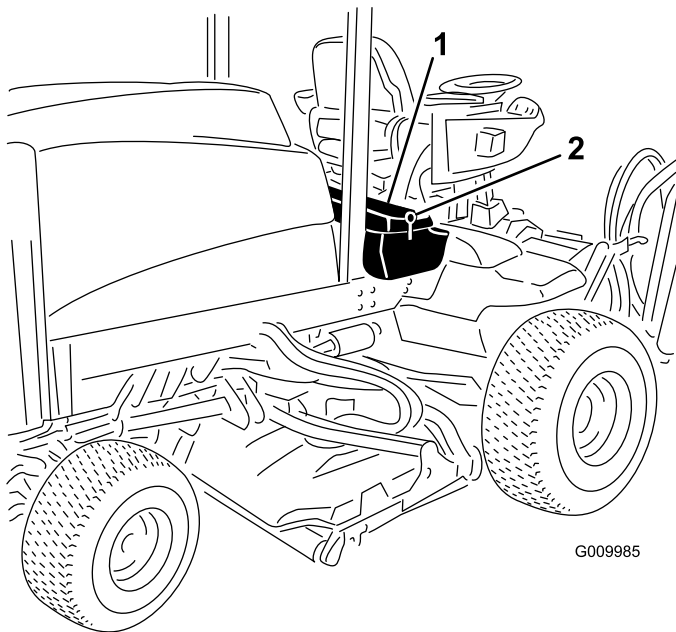

Bild 37
1. Entriegeln und heben Sie die Abdeckung der Bedienerkonsole hoch (Bild 37).